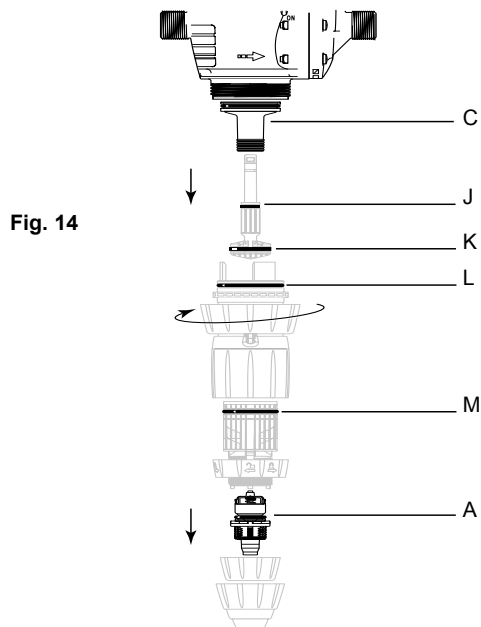

Fig. 14
- Changer le corps d'isolation (Fig. 14-C), les joints (Fig. 14-J/K/L/M) et le clapet d'aspiration (Fig. 14-A).